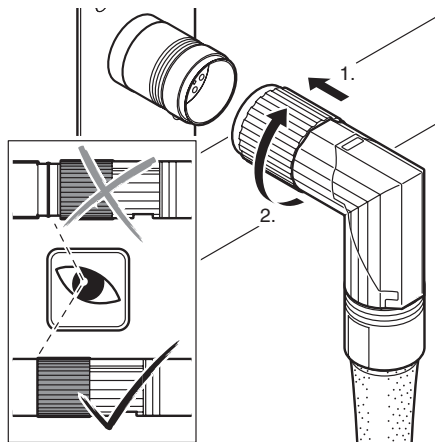

Abb. 15: Anschlussleitung Schraubspindel mit Schraubsystem verbinden
1. Stecken Sie den leistungsteilseitigen Stecker der Anschlussleitung schlüssig auf die Schnittstelle XDS2 am Rexroth-Schraubsystem, siehe Abb. 15 auf Seite 40, „1.“.
2. Verschrauben Sie beides miteinander von Hand gemäß Abb. 15 auf Seite 40, „2.“.